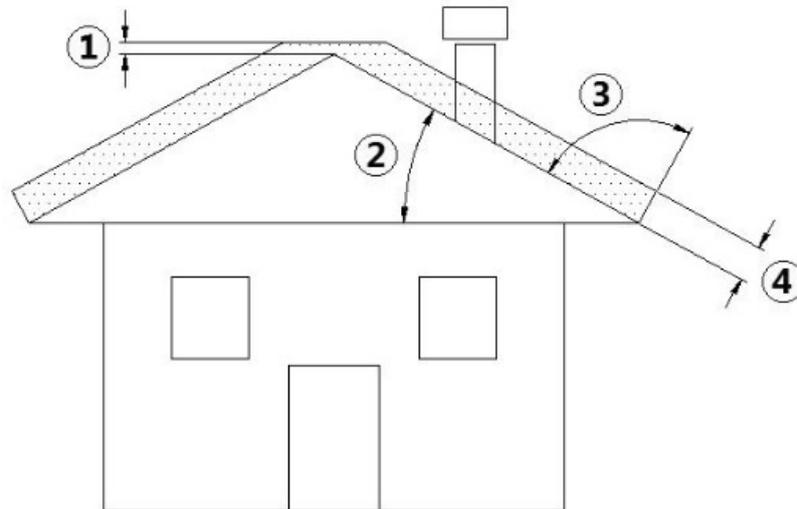

Fig. 2 - Geneigtes Dach
LEGENDE	Fig. 2
- Die Höhe des Auslasses in die Atmosphäre muss außerhalb des Rückflussbereichs liegen, der durch die Form des Daches oder durch Hindernisse hervorgerufen wird, die sich in unmittelbarer Nähe befinden (siehe **Fig. 2**).